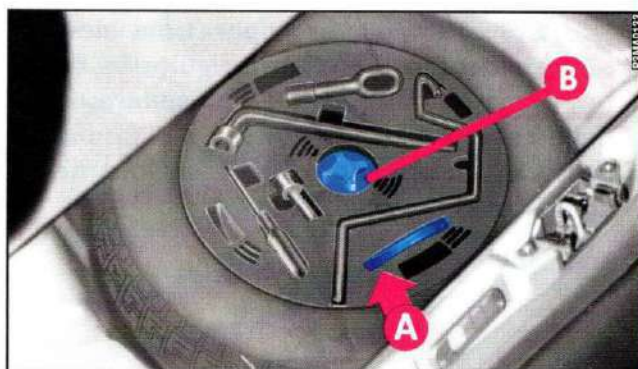

fig. 10
– Sistemare il supporto facendo coincidere l'asola **A**-fig. 10 con la base del cric.